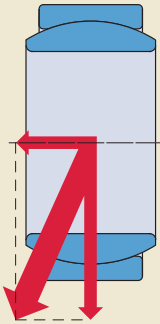

Bild 7
- Konstante Belastung (→ **Bild 7**): Die Belastungsrichtung ändert sich nicht und die Belastung wirkt immer auf den gleichen Bereich des Lagers („Lastzone“).